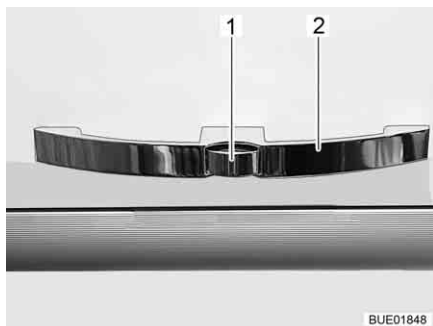
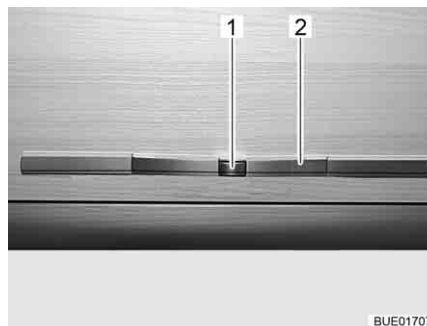

Fig. 57 Abattant de placard avec poignée (exemple)
Fig. 58 Abattant de placard avec poignée (alternative)
- Appuyer sur le bouton de déverrouillage (Fig. 57,1 ou Fig. 58,1) de la poignée (Fig. 57,2 ou Fig. 58,2) et le maintenir enfoncé.